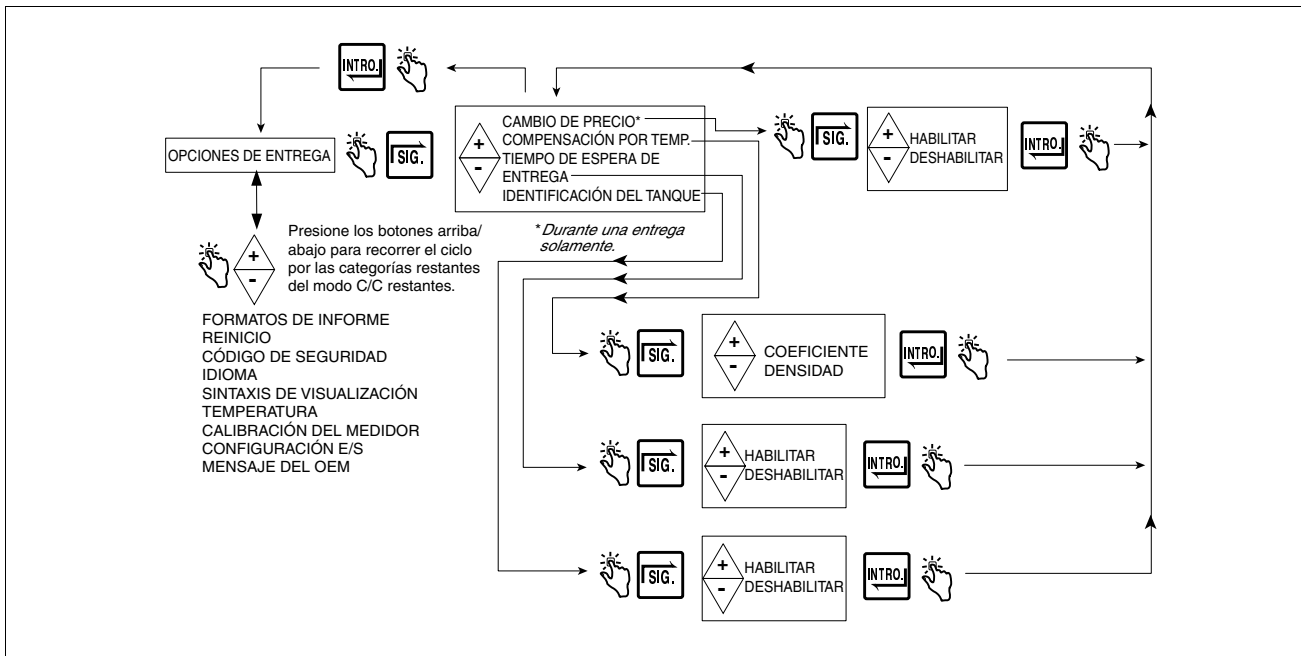

Figura 47. Opciones de entrega
La figura 47 ilustra cómo configurar las opciones de entrega en el modo C y C. Esta opción le permite activar o desactivar el cambio de precio dentro del estado de entrega de acuerdo a sus requisitos de regulación. En esta configuración usted también puede seleccionar el coeficiente (de expansión) o la densidad como método de compensación por temperatura para las entregas, activar el tiempo de espera de entrega y activar la entrada de identificación del tanque.
- Un segundo estado inactivo ocurre cuando el flujo es detenido durante una entrega. El usuario tiene 3 minutos para pulsar el botón TERMINAR para finalizar la entrega o el botón INICIAR para reiniciar la entrega. Si no se pulsa ninguno de los botones en 3 minutos, la entrega es finalizada. Este tiempo de espera de 3 minutos se puede activar o desactivar por medio de la característica de Tiempo de espera de entrega (vea la figura 47).